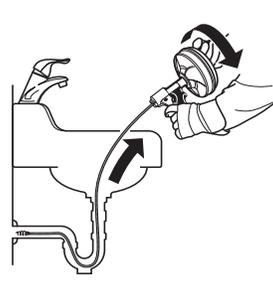
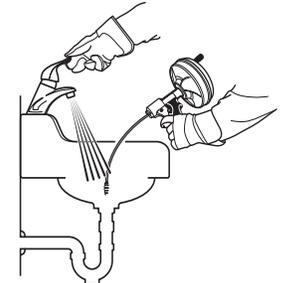

Figura 7
Figura 8
4. Una vez destapado el sumidero, antes de retraer el cable (Figura 7), si es posible, haga correr agua cañería abajo para desalojar los desechos y limpiar el cable (Figura 8).